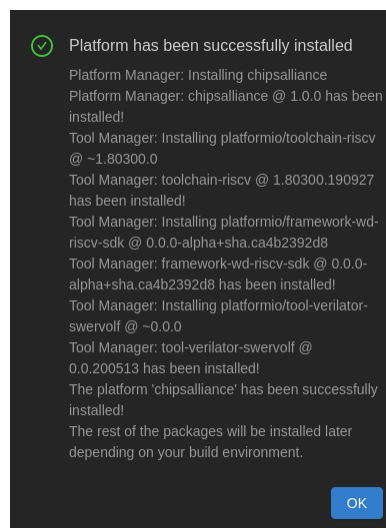

Figura 43. Instalação da Plataforma CHIPS Alliance bem sucedida
- Uma vez concluída a instalação, é apresentado um resumo das ferramentas que foram instaladas, como ilustrado na Figura 43. Clique em  para fechar essa janela.